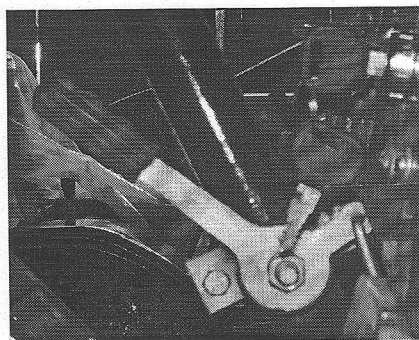

Рис.3. Ручка контроля скорости и ключ зажигания
- 2.) Установите ручку контроля скорости в положении «Старт» (рис.3), равное нажатию на педаль акселератора на 2/3 от максимального положения.